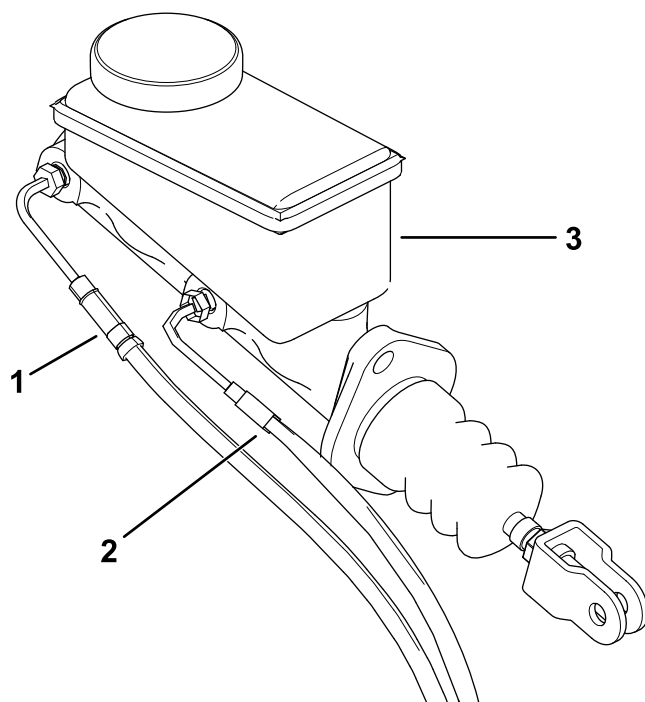

**Figure 4**
4. Retirez les boulons à embase (3/8" x 1") qui fixent l'étrier de frein au porte-fusée (avant de la machine) et à l'essieu (arrière de la machine), et déposez l'étrier (Figure 4).